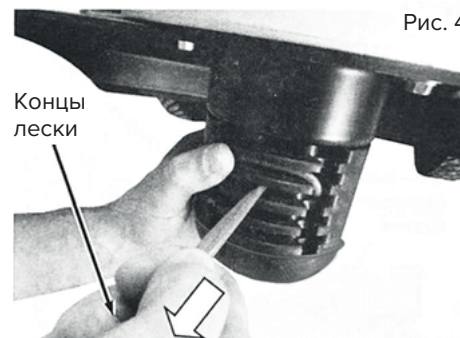

Рис. 4
3. Протяните лески под петлей и вставьте петлю в канавку диска над ними (рис. 4), а затем натяните лески.